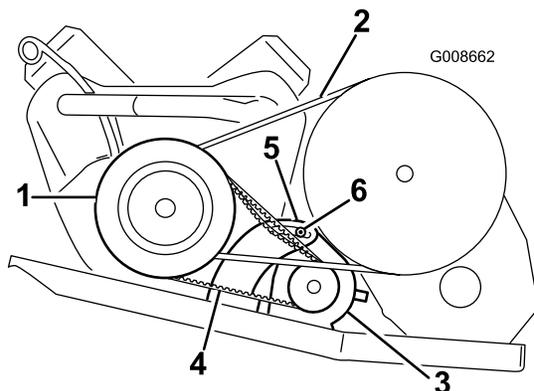

Bild 46
2. Lockern Sie die Mutter an der Drehschraube des Anlassers/der Lichtmaschine (Bild 46).
4. Kippen Sie den Anlasser im Schlitz, bis sich der Riemen beim Ansetzen einer Kraft von 44 N 6 mm durchbiegen lässt (Bild 46).
5. Ziehen Sie dann die Anlasser-/Lichtmaschinenmutter an der Schlossschraube fest und entfernen das Stemmeisen (Bild 46). Ziehen Sie die Mutter mit 88-115 Nm an.